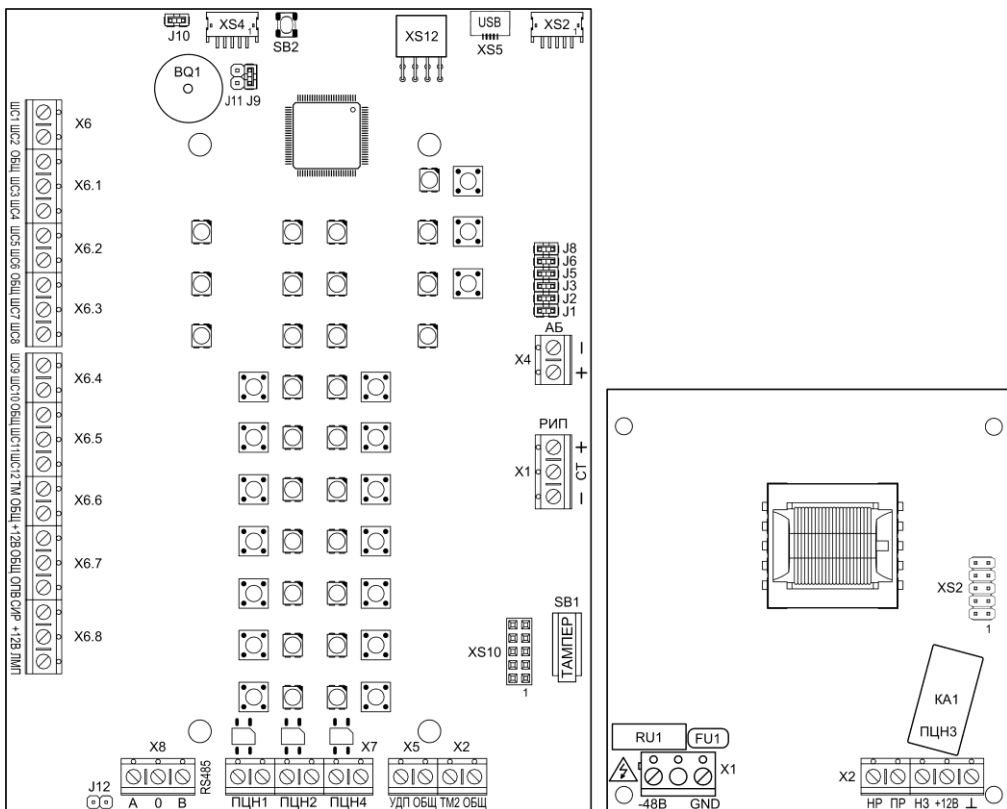

Рис.1 Внешний вид платы контроллера Гранит-12-48В и платы источника питания
Прибор состоит из корпуса и съёмной крышки. В корпусе расположены плата контроллера и плата источника питания (рис.1). На плате контроллера установлена панель индикации и управления (рис.2),
3.1 На плате контроллера (рис.1) расположены следующие элементы:
3.3 На плате источника питания (рис.1) расположены следующие элементы: